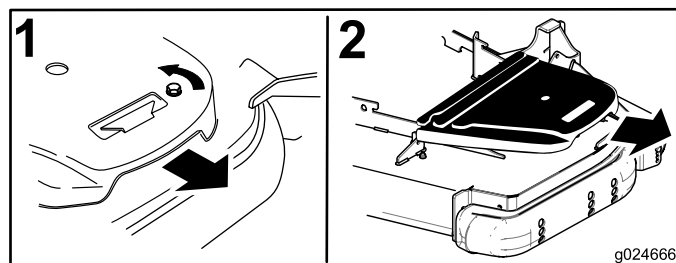

Figura 70
5. Retire la cubierta de plástico de la correa (Figura 70).
4. Retire las cubiertas de la correa (Figura 70).